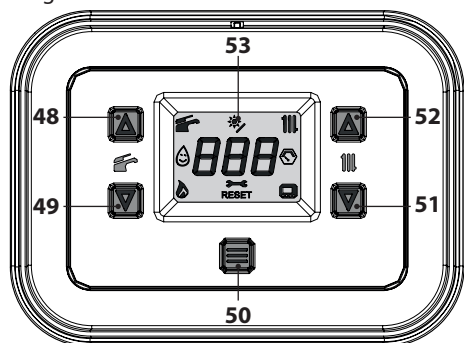

Figura 2.12
- Tenere premuto per 1 secondo il tasto 50 fino a far apparire sul display il simbolo . Figura 2.12.
La temperatura dell'acqua calda di mandata riscaldamento è regolabile agendo sui tasti 51 (diminuzione) e 52 (aumento) (Figura 2.12) da un minimo di circa 25°C ad un massimo di circa 80°C. Alla prima pressione di uno dei due tasti si ha la visualizzazione del valore di "set", alla seconda pressione si accede alla modifica.
Comunque se la temperatura ambiente non dovesse essere confortevole si può aumentare o diminuire la temperatura di mandata dell'impianto riscaldamento di $\pm 15^{\circ}\text{C}$ agendo sui tasti 51 (diminuzione) e 52 (aumento) (Figura 2.12).
La temperatura dell'acqua calda sanitaria è regolabile agendo sui tasti 48 (aumento) e 49 (diminuzione) (Figura 2.12) da un minimo di circa 35°C ad un massimo di circa 60°C . Alla prima pressione di uno dei due tasti si ha la visualizzazione del valore di "set", alla seconda pressione si accede alla modifica.